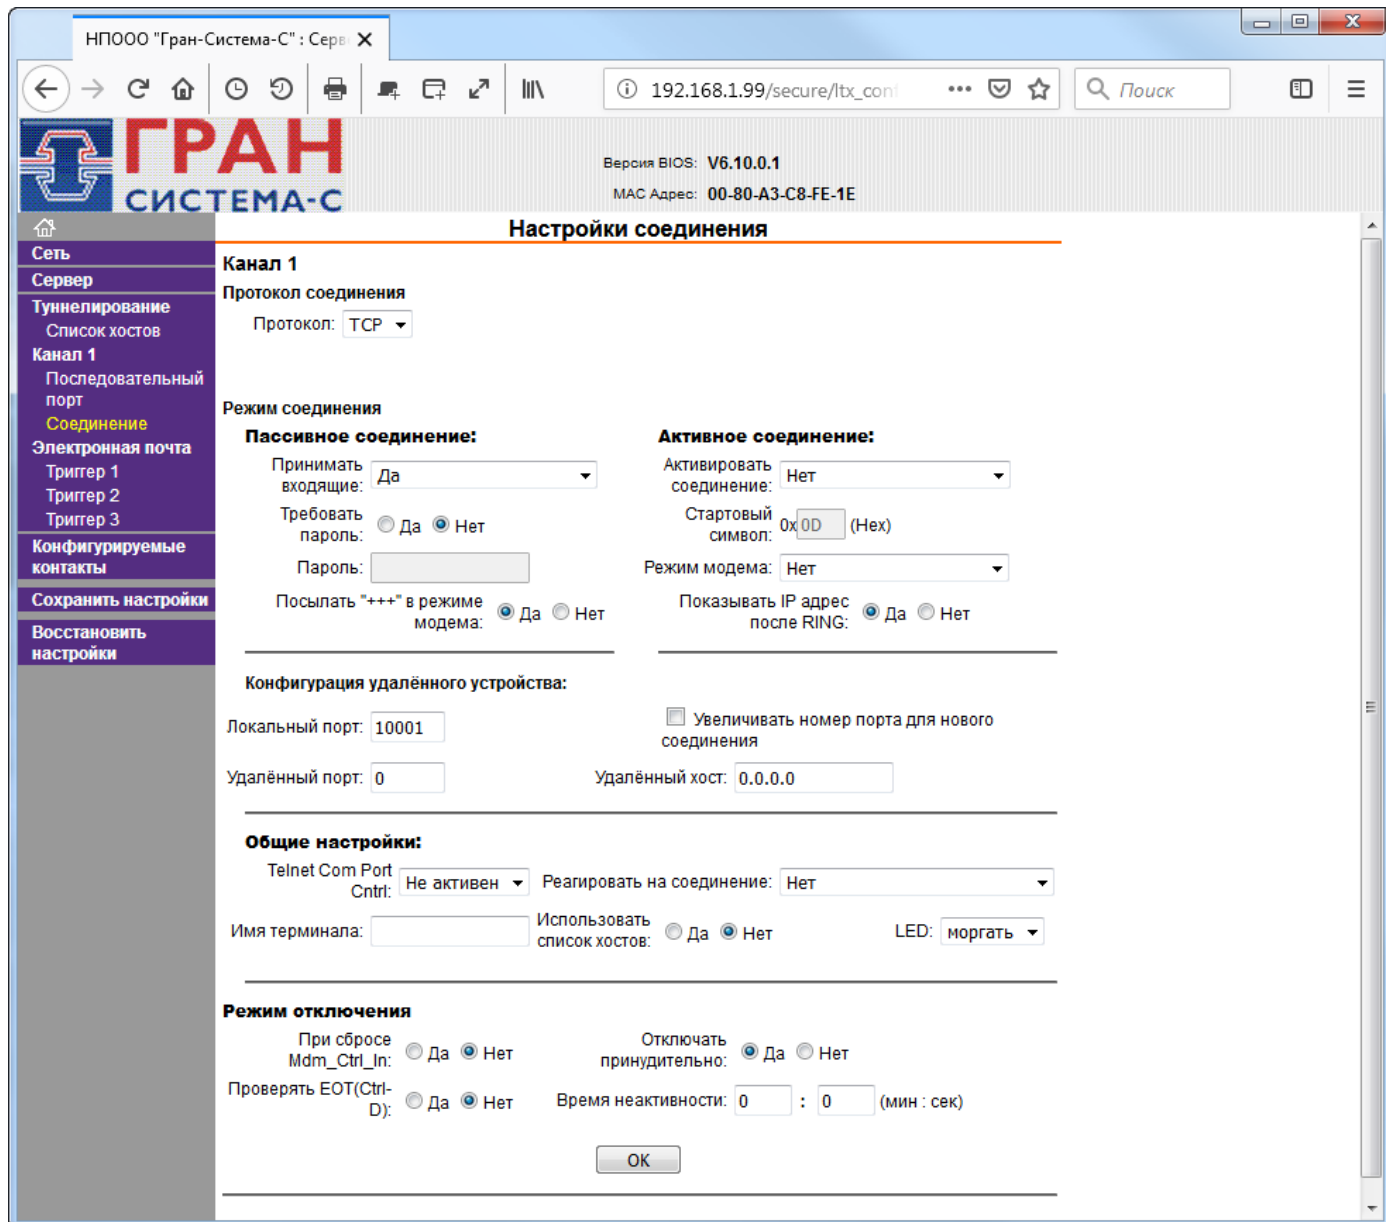

Рисунок 3.6 – Меню «Настройки соединения»
- **«Соединение»\*** – для настройки сети (рисунок 3.6). Указывается «Локальный порт» для соединения с устройством;